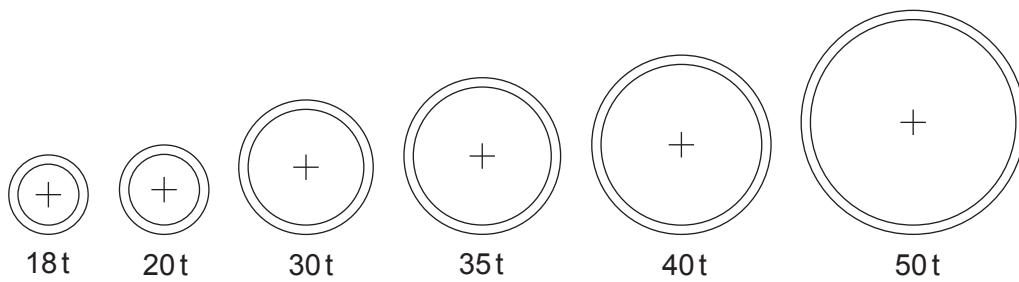

Fig. 10.5
- (d) Fig. 10.5 shows a range of spur gears.